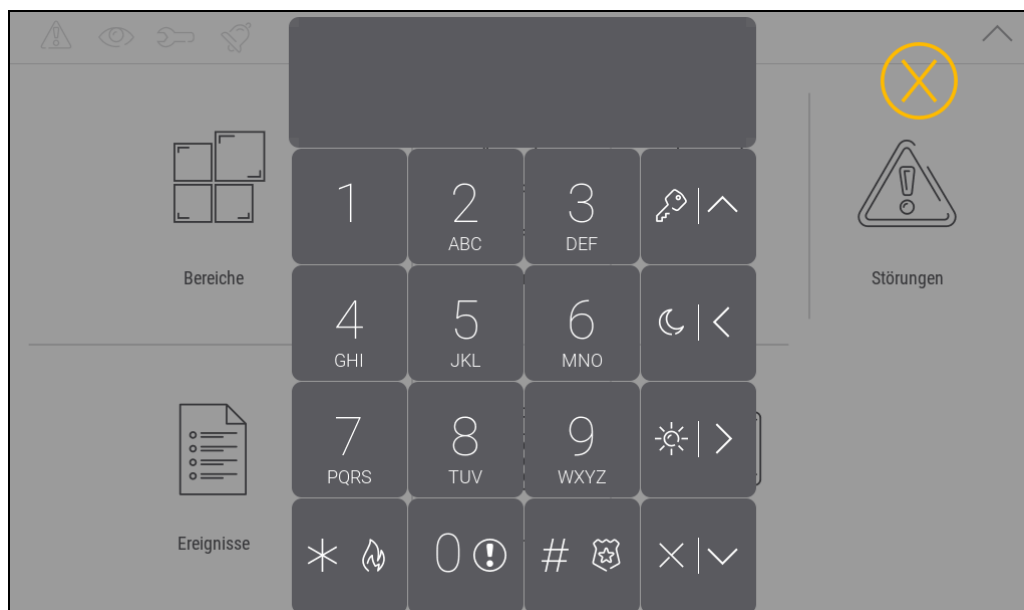

Abb. 21. Tastaturfeld.
4. Tippen Sie auf die Funktion „Tastaturfeld“. Es wird das Tastaturfeld angezeigt (Abb. 21).